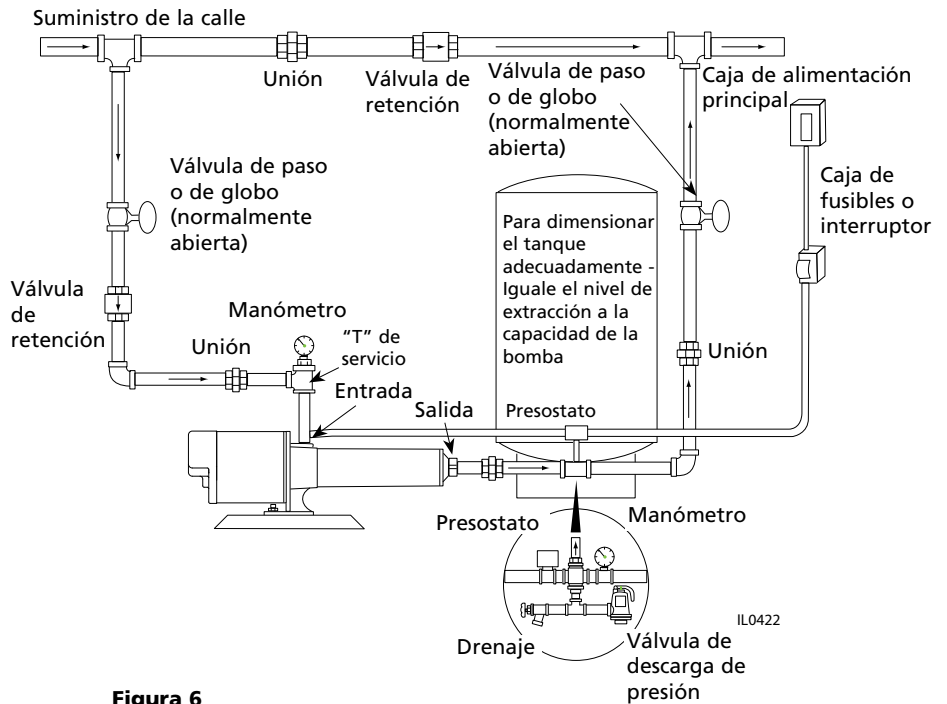

Figura 6
3. Instale una válvula de retención como aparece en la Figura 6. Verifique que las flechas indicadoras de flujo en la válvula de retención apunten en la dirección del flujo de agua.
- La instalación de un manómetro en el tubo de entrada cerca del puerto de entrada (vea la Figura 6) indicará si hay un suministro adecuado de agua a la bomba. Vea la sección Funcionamiento - Cebado, Instalaciones elevadoras de presión